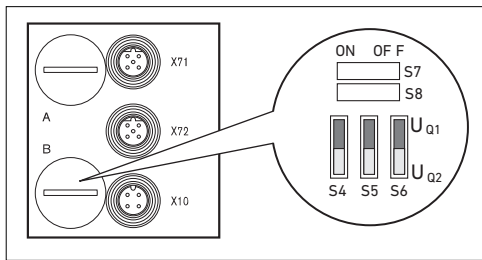

Fig. 9: Conmutador S4, S5, S6 para la asignación de la tensión de alimentación de válvulas (U_{Q1}, U_{Q2})
Los conmutadores S4, S5 y S6 para la asignación de la alimentación de válvulas se encuentran bajo el racor PG B (véase Fig. 9). A cada conmutador se le ha asignado:
1. Abra la tapa roscada inferior **B** (véase Fig. 9 en la página 312).
2. Con ayuda de los conmutadores S4, S5 y S6, asigne a cada grupo de válvulas una de las dos tensiones de alimentación Uq1 ó Uq2 (véase Fig. 9 en la página 312 y Tab. 10).